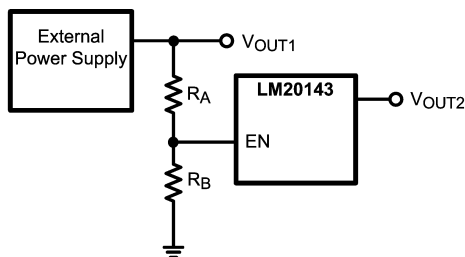

FIGURE 6. Sequencing LM20143 with Precision Enable
LM20143 の高精度イネール (EN) ピンおよびパワーグッド (PGOOD) ピンを使って、多くのシーケンス要件に対応できます。Figure 6 に示すとおり、2 つの外部抵抗を使用することにより、高精度イネール・ピンで LM20143 のターンオンを制御できます。